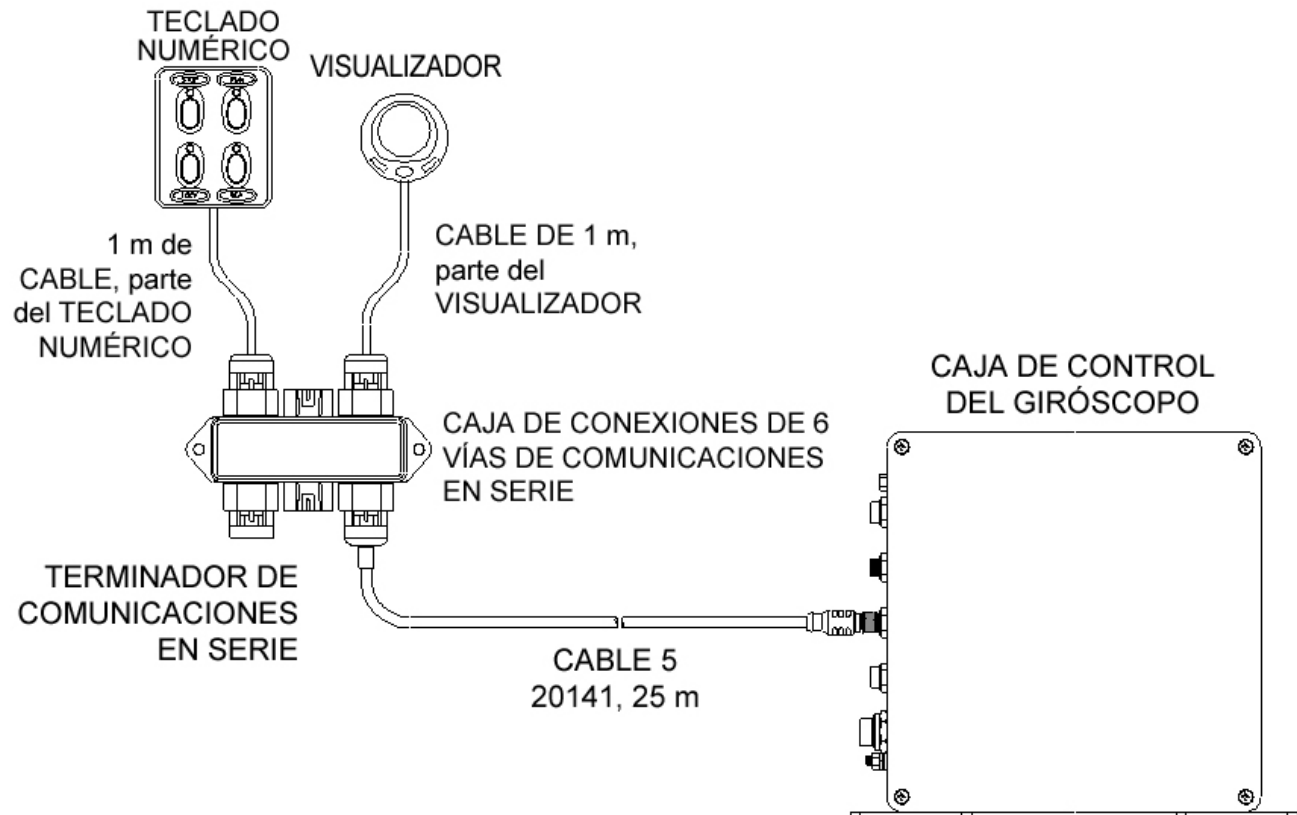

FIGURA 16 – VÍNCULO DE COMUNICACIONES EN SERIE PARA LA ESTACIÓN DEL OPERADOR
- c. La Figura 16 muestra el vínculo de comunicaciones en serie para la estación del operador. El terminador de las comunicaciones en serie va en uno de los puertos de la caja de conexión de comunicaciones en serie de 6 vías. Observe que el visualizador y el teclado numérico contienen cada uno un cable integral de 1 m de longitud.